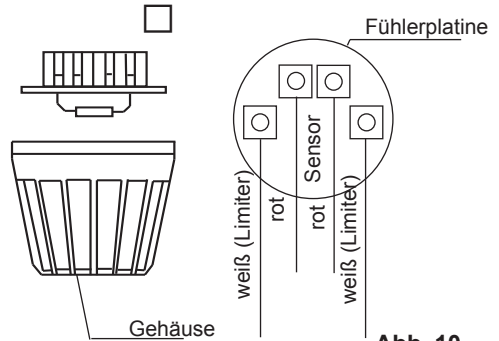

Abb. 10
3. Föhren Sie die Föhlerkabel durch das gebohrte Loch und schließen Sie die Föhlerleitung gemäß Abb. 10 an.
4. Die Leitungen für den Begrenzer (weiß) und den Temperaturföhler (rot) gemäß Abb. 10 an der Föhlerplatine anklömmen: Die Föhlerplatine anschließend in das Gehäuse einrasten.